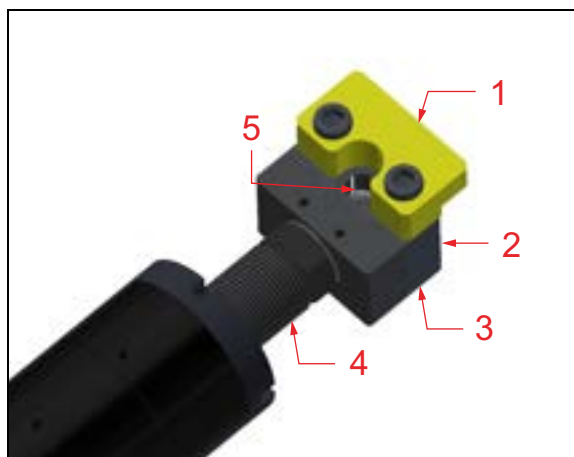

FIGURE 3-35. ENSEMBLE DES PIEDS DU MANDRIN DE NIVELLEMENT
- a) Pour le DI, réglez les vis de nivellement de chacun des pieds du mandrin de nivellement (voir la Figure 3-35).
- a) Pour le DI, réglez les paires opposées de pieds de mandrin (un pied illustré à la Figure 3-35).